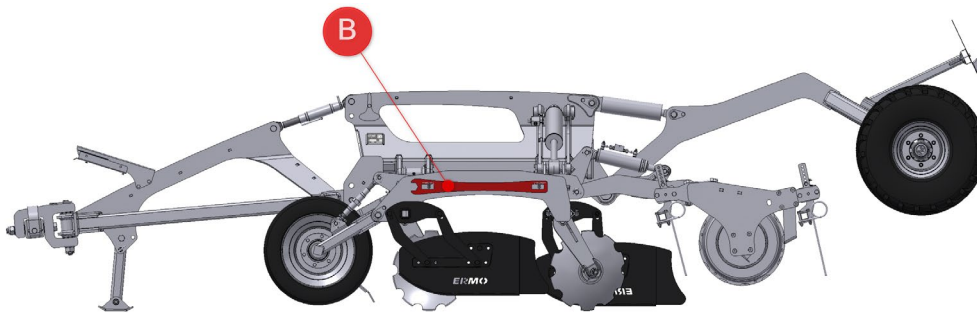

Figura 21-Posizione della barra di sicurezza B / Position of the safety plate B.
- Strappare la barra di sicurezza B (figura 21);